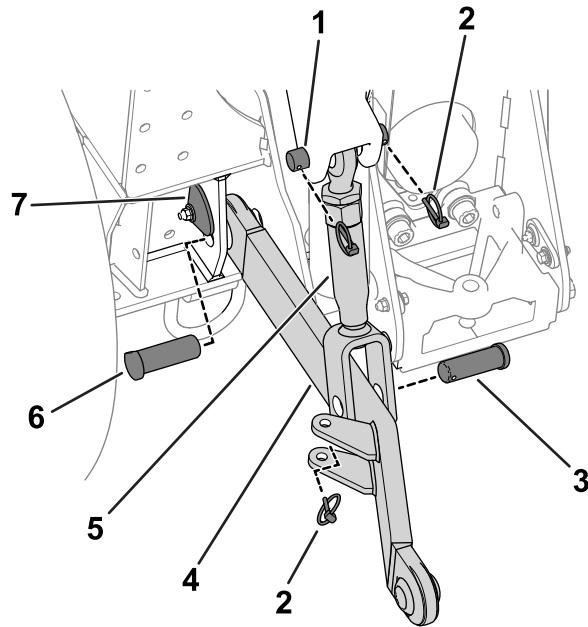
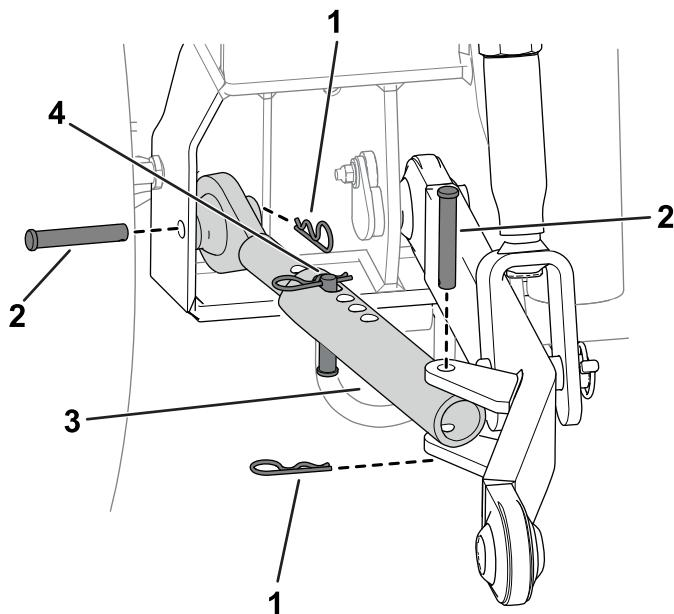

Figura 3
Figura 4
Nota: Figura 3 e Figura 4 mostram a instalação da articulação no lado esquerdo da máquina. Repita este procedimento no lado direito da máquina.
- Utilize um pino da articulação de elevação e dois pinos de sujeição para prender a articulação de elevação aos braços de elevação da máquina (Figura 3).
- Eleve a placa do pino (Figura 3), expondo o pino.
- Retire o pino inferior (Figura 3).
- Posicione a articulação de apoio como se mostra na Figura 3.
- Insira o pino através da estrutura e da união da articulação de apoio (Figura 3).
- Utilize um passador de forquilha e um pino de sujeição para prender a articulação de elevação à articulação de apoio (Figura 3).
- Utilize um passador de forquilha e um perno de gancho para prender a articulação de elevação à articulação de apoio (Figura 4).
5. Utilize um passador de forquilha e um perno de ganho para prender a articulação de controlo de oscilação à articulação de apoio (Figura 4).
6. Instale um passador de forquilha e perno de ganho na articulação de controlo de oscilação (Figura 4).